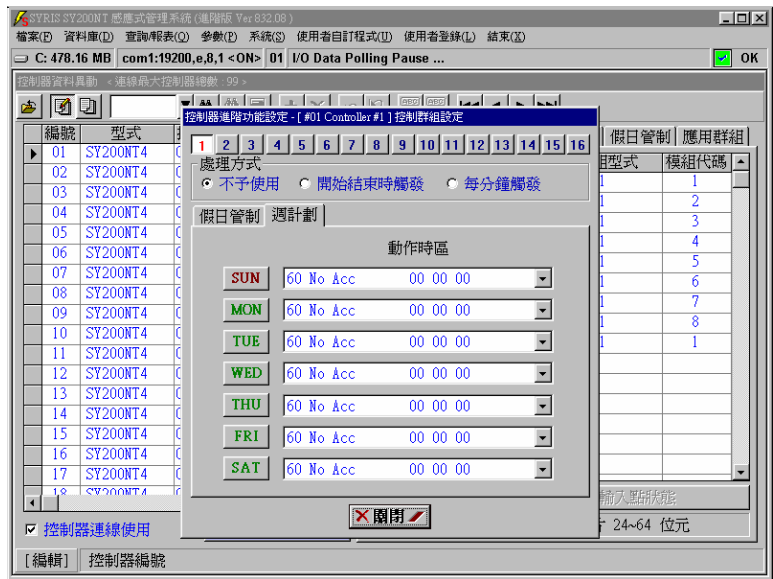

图 3-4 控制群组 – 周计划
4. 点选次选单“周计划”，如图 3-4 所示，并设定各日期之动作时区(请参考操作手册基础篇-第 21 页-“3.2.5.4 应用群组-周计划”说明)。